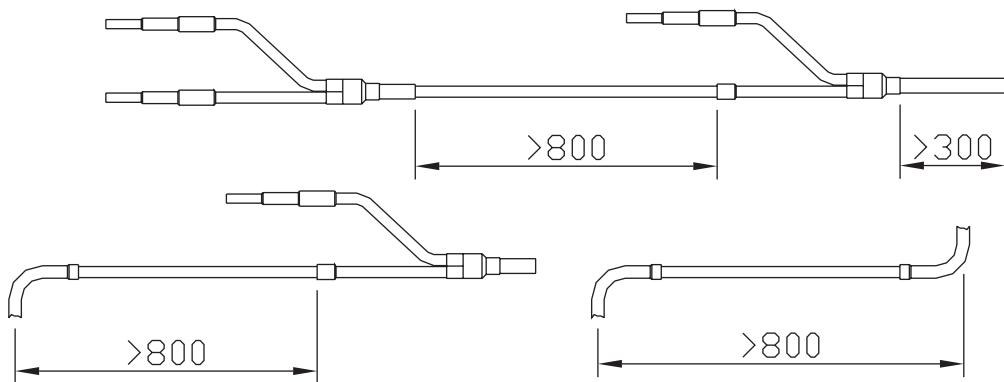

Рис. 11.7
**11.4.6** При проектировании и монтаже разветвителей необходимо учитывать следующее (см. рис. 11.7):